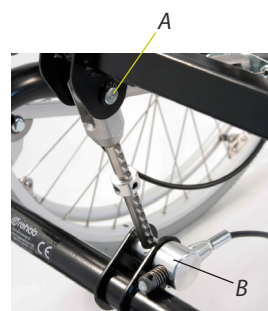

Bild 7
4. Skjut bak sitsbrickan och ta bort låsringen på ena sidan av låstappen (A, bild 7) som håller tippstång och gasfjäder. Håll i gasfjädern och knacka ur tappen stegvis så att bara gasfjädern lossnar. Lägg ner gasfjädern. Ta tag i sitsramen och knacka ur tappen helt så att tippstången lossnar.
Om tipplåset (B, bild 7) ska bytas (Kräver vajerbyte):